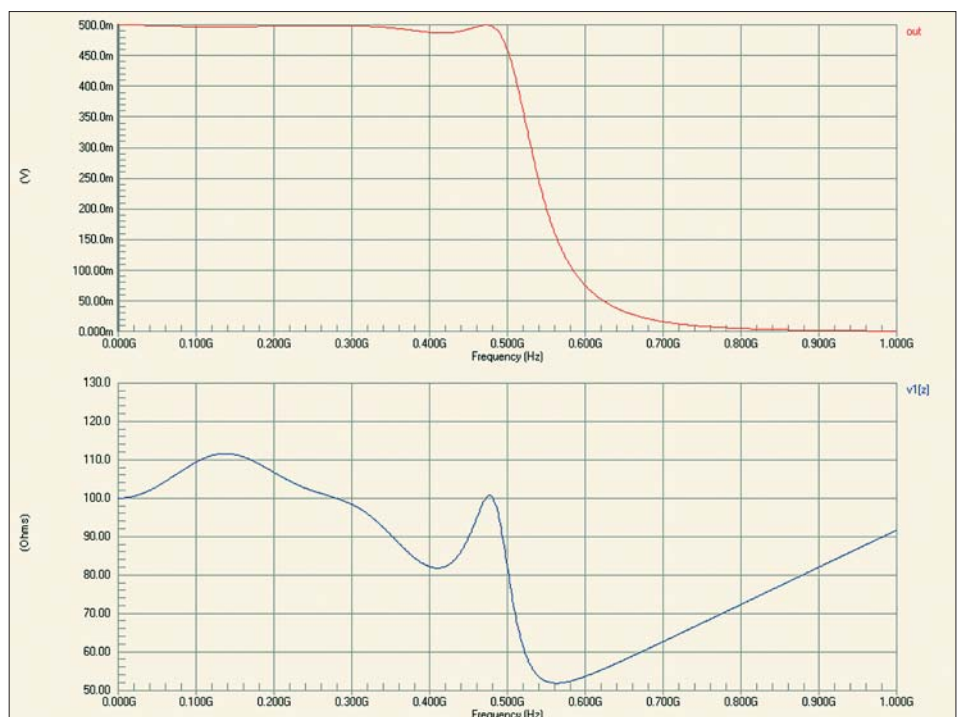

Рис. 3. Первичные результаты анализа частотных характеристик
- Нажатием кнопки Run Mixed Signal Simulation на панели инструментов Mixed Sim или горячей клавиши F9 запустим процесс моделирования. Система переключится в режим отображения документа Filter.sdf с единственной вкладкой AC Analysis, на которой появятся два графика (рис. 3).
Рассмотрим полученные результаты. На графике (рис. 3) показана зависимость напряжения в узле OUT от частоты. Она очень напоминает амплитудно-частотную характеристику фильтра нижних частот, но имеет размерность напряжения. Область минимальных потерь (приблизительно до 500 МГц) имеет значения 500 мВ, что связано с наличием резистивного делителя из двух резисторов номина-